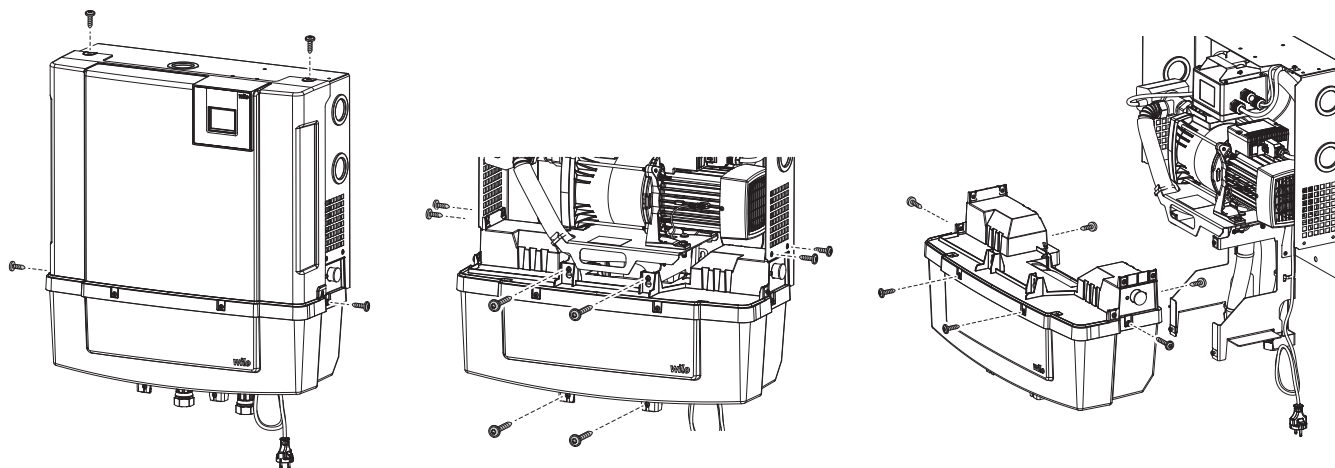

Fig. 16: Povolte šrouby krytu přístroje a šrouby uchycení nádoby na rámu, vyjměte nádrž s doplňovacím ventilem a povolte šrouby krytu doplňovací nádrže
2. Sejměte přední kryt a odstraňte šrouby z rámu držáku (Fig. 16).
4. Vyjměte šrouby krytu doplňovací nádrže (Fig. 16, vpravo).